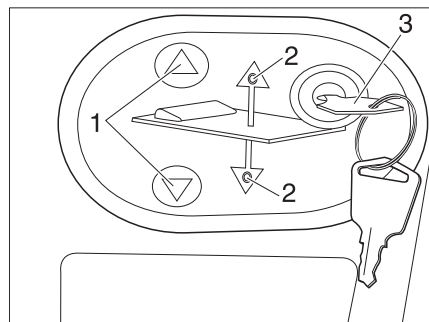

Fig. 125 Panneau de commande pour le lit escamotable électrique
- Insérer la clé (Fig. 125, 3) dans le panneau de commande (Fig. 125, 2).
- Appuyer sur la touche  ou  (Fig. 125, 1) et la maintenir enfoncée. La DEL respective (Fig. 125, 2) s'allume et le lit escamotable s'abaisse ou se lève.
- Lorsque la position désirée est atteinte, relâcher la touche  ou  (Fig. 125, 1). La DEL respective (Fig. 125, 2) s'éteint.
- Retirer la clé (Fig. 125, 3).